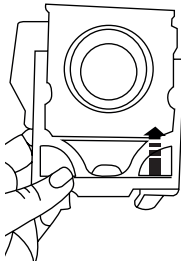

Fig. 13 – Retirando la bolsa de polvo del soporte
4. Retire la bolsa de polvo del soporte, de acuerdo a como se muestra en la Fig. 13;